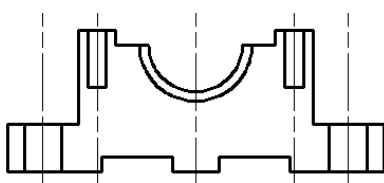

图 9-58 修剪结果
- 09 使用【修剪】命令, 对视图进行完善, 并删除多余的线段, 结果如图 9-58 所示。